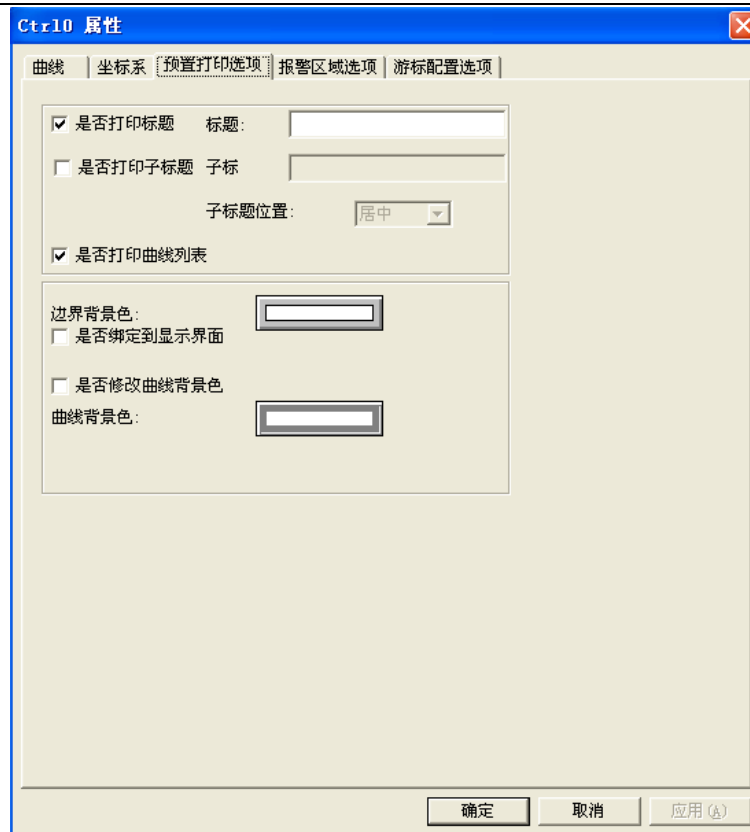

图 6-12
**预置打印选项属性页：**历史曲线控件中的“预置打印选项属性页”对话框，如图 6-12 所示。